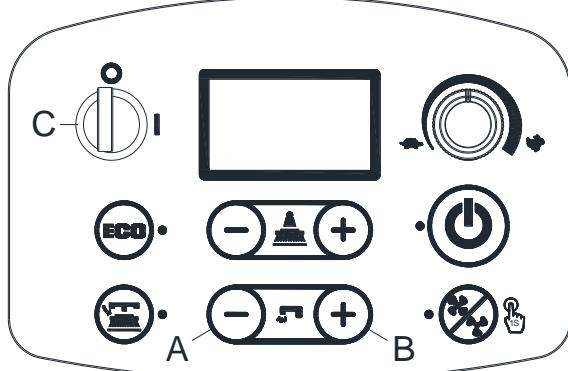
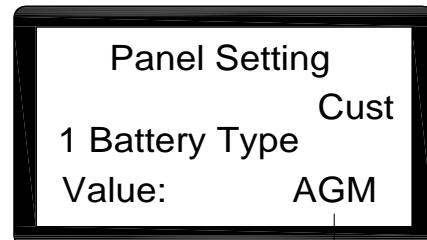

Figura 5
Figura 6
- Pulse el botón caudal de agua «+» (A, Figura 5) y «-» (B, Figura 5) al mismo tiempo.
- Introduzca la llave de encendido (C, Figura 5) y colóquela en la posición “I”.
- Varios segundos más tarde, entre en la pantalla de selección de la modalidad batería (Figura 6)
- Pulse el botón caudal de agua «-» (A, Figura 5) y «+» (B, Figura 5) para seleccionar la modalidad batería (H, Figura 6)
- Después de 3 segundos aparece «Actualización OK» esto quiere decir que la actualización ha tenido éxito. (C, Figura 5)